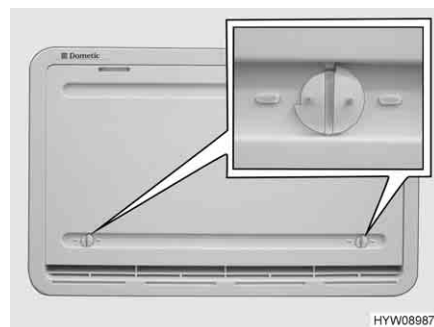

Fig. 160 Copertura invernale (griglia di aerazione del frigorifero)
Le coperture invernali (Fig. 160) proteggono il gruppo frigorifero dall'aria fredda. Posizionare le coperture invernali davanti a entrambe le griglie di aerazione del frigorifero quando la temperatura esterna scende al di sotto di +10 °C (sia per funzionamento elettrico che a gas).
- Aprire entrambi i bloccaggi (Fig. 160), la scanalatura risulterà orizzontale.